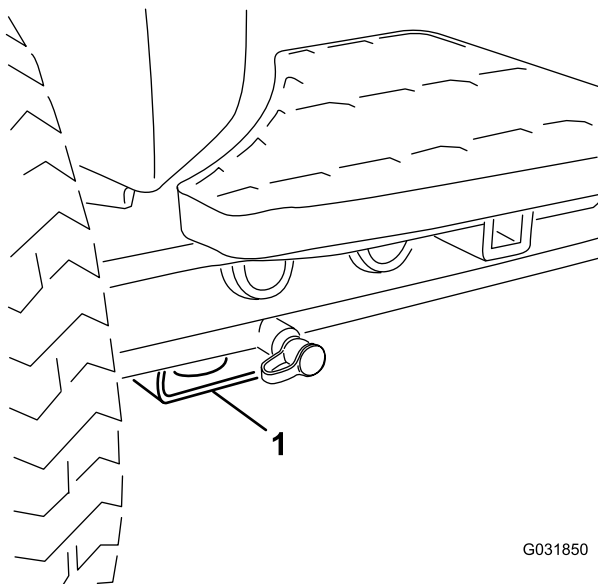

Figura 38
- Dianteira – pastilha retangular, por baixo do tubo do eixo, dentro de cada pneu dianteiro (Figura 38)